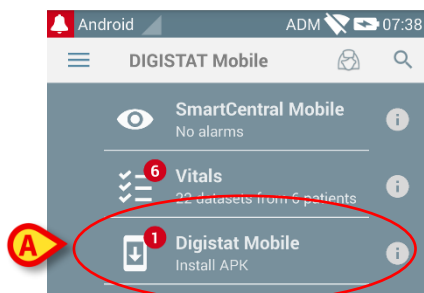

Fig 15
- Taper sur la ligne représentée sur la Fig 15 **A**.